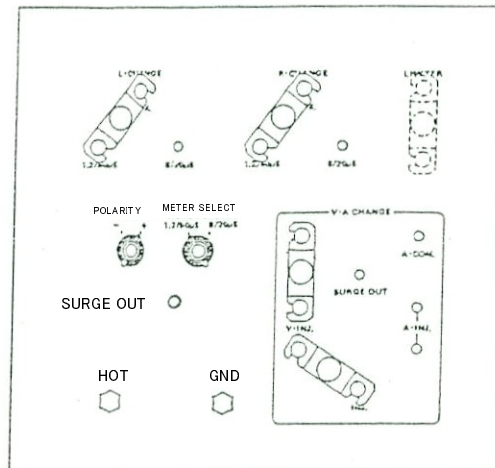

図 13
2. 出力波形切替部を図13のように設定します。PORARITY 切替ツマミ⑫ で出力サージの極性を選択し、METER SELECT ツマミ⑬は  $1.2/50 \mu s$  に設定します。